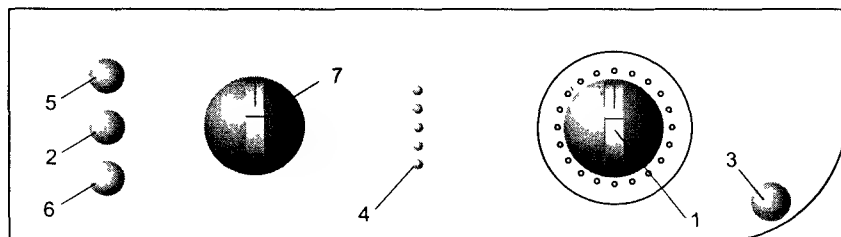

Рис. 2.1.3. Внешний вид передней панели СМ «Ardo AE 800X/810/833/1000X/1010/1033»
Внешний вид передней панели СМ представлен на рис. 2.1.3.
- устанавливают ручку программатора 1 (рис. 2.1.3) в положение «40С, ДЕЛИКАТНАЯ СТИРКА»;
В ходе выполнения шага 1 внутреннего теста можно проверить работоспособность кнопок 2, 5, 6 (рис. 2.1.3) — при нажатии на соответствующую кнопку, она подсвечивается, при повторном нажатии — гаснет.